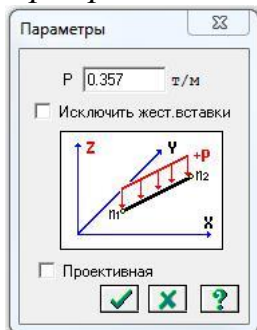

Рис. 3.13. Диалоговое окно
- В этом окне задайте интенсивность нагрузки  $g_1 = 0.357$  тс/м (рис.3.13). (Значение нагрузки берется из таб. 3.2 ручного расчета и переводится из кН/м в погонную величину т/м)